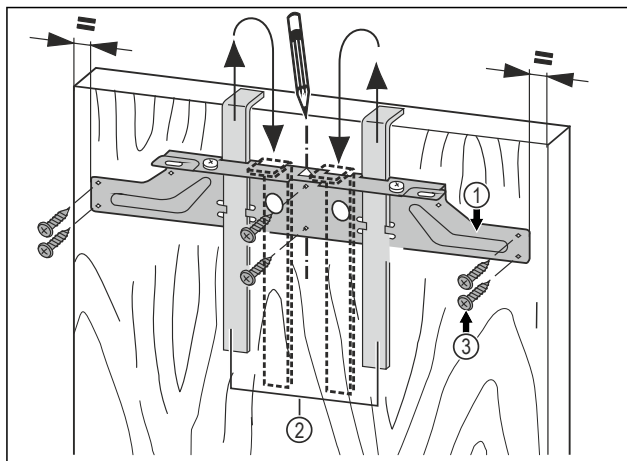

Fig. 45
- Objesite pričvrсну poprečnu letvicu Fig. 45 (1) s pomoću montažnih pomagala Fig. 45 (2) na unutarnju stranu vrata namještaja.
- Poravnajte pričvrсну poprečnu letvicu Fig. 45 (1) u sredini na vratima.
- Pričvrstite pričvrсну poprečnu letvicu Fig. 45 (1) s pomoću najmanje 6 vijaka Fig. 45 (3).
- Pričvrstite pričvrсну poprečnu letvicu Fig. 45 (1) s pomoću 4 vijaka Fig. 45 (3) na rubu.
- Izvucite montažna pomagala Fig. 45 (2) prema gore i utaknite ih okrenute u susjedne prihvatne otvore.